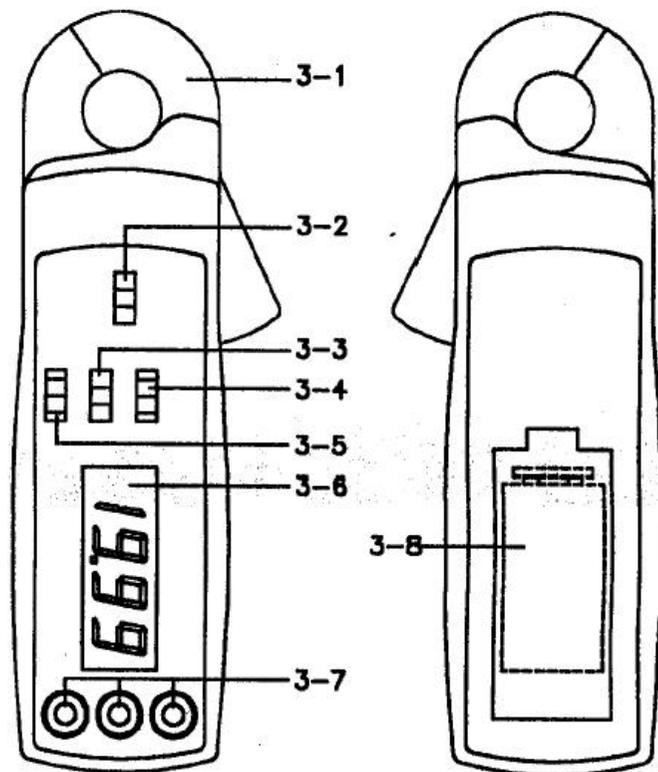

Fig. 1
2. Per sostituire la batteria, aprire il vano batteria (3-9, Fig.1) utilizzando un cacciavite a taglio.
- 1- Portare il selettore (3-4, Fig.1) sulla posizione ON.
- 2- Selezionare la posizione Ω tramite il selettore V/A/ Ω (3-5, Fig. 1).
1. Portare il selettore (3-4, Fig.1) sulla posizione ON.
2. Selezionare la posizione A tramite il selettore V/A/ Ω (3-5, Fig. 1).
3. Selezionare tramite il selettore AC/DC (3-3, Fig. 1) la posizione AC.
4. Determinare in anticipo il valore ipotetico massimo che potrebbe avere la corrente, quindi selezionare tramite il selettore 20 A/200° (3-2, Fig. 1) la gamma di misura adeguata.
- 7- Portare il selettore (3-4, Fig.1) sulla posizione ON.
- 8- Selezionare la posizione V tramite il selettore V/A/Ω (3-5, Fig. 1).